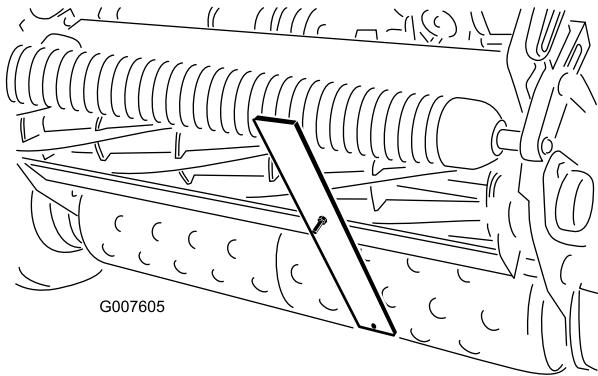

図 49
4. ゲージバーのねじの頭を下刃の先端に引っかけ、バーの後端を後ローラに当てがう図49。